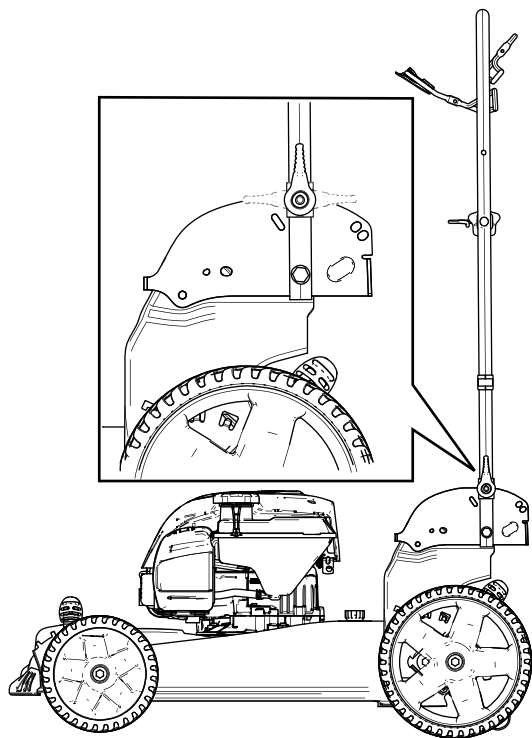

Figure 16
3. Pliez le guidon vers l'avant à la position verticale ou complètement en avant, comme montré à la Figure 16.